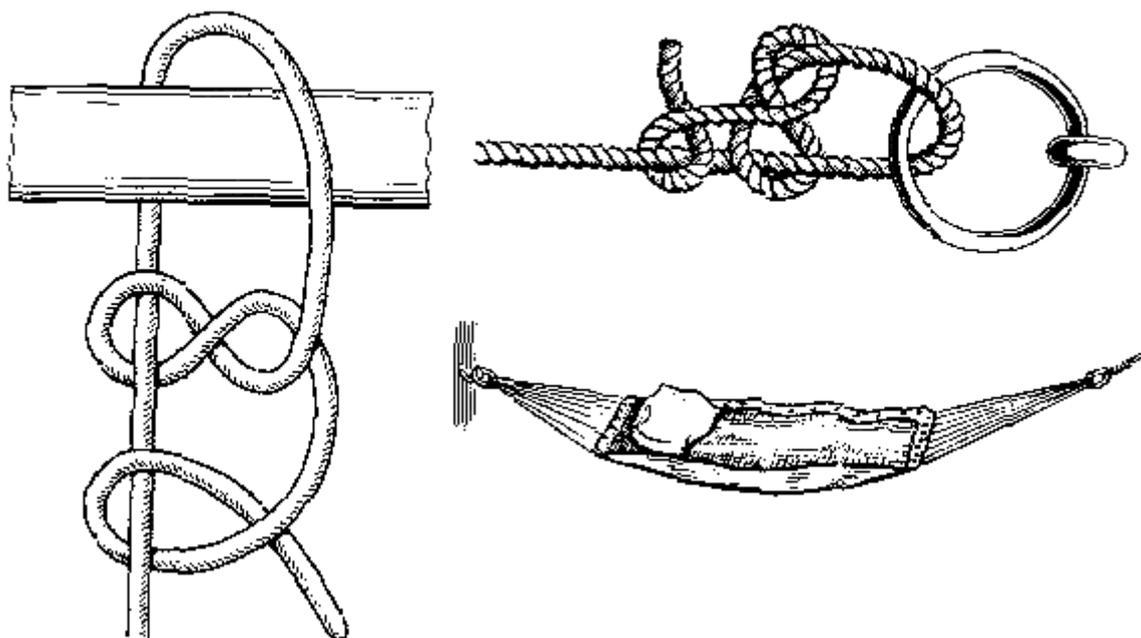

рис. 11. Кочный штык
**Коечный штык** (рис. 11). На протяжении многих столетий постелью для матросов на кораблях служила парусиновая подвесная койка в виде гамака с тонким матрасом из крошеной пробки. В плане она имеет вид прямоугольника, у малых сторон которого сделано по восемь люверсов для так называемых шкентросов. Эти шкентросы соединяются в кольцах, которые в свою очередь подвешиваются за коечные штерты к особым рымам в бимсах или к прутьям, сделанным в кубрике корабля для подвешивания на ночь коек. Днем койки в скатанном виде вместе с подушкой, одеялом и простыней хранились в так называемых коечных сетках вдоль борта на палубе и служили надежным бруствером от ядер и шрапнели во время боя. Вечером, перед отбоем по команде «Койки вниз!» их несли под палубу и подвешивали. Завязывание узла для подвешивания койки – дело серьезное. Здесь нужно применить такой узел, который бы не затягивался, легко развязывался и надежно держал. Самое главное, чтобы он не развязался сам под действием непрерывной качки корабля. Матросы пользовались для подвешивания своих коек различными узлами, но наиболее надежным считался коечный штык.